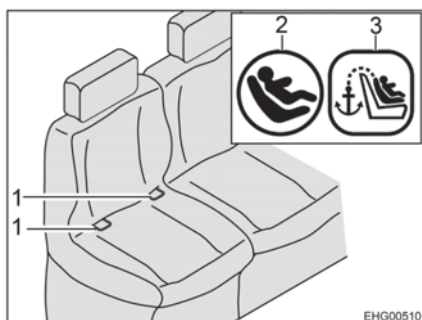
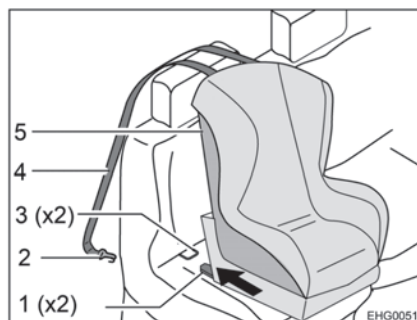

Bild 13 Stol med Isofix
Bild 14 Fastsättning med övre hållrem
- Låt låsarm (Bild 14,1) i fästbygel (Bild 13,1 och Bild 14,3) klicka på plats. Ett tydligt klickande ljud ska höras.
- Kontrollera med ett kraftigt ryck om barnstolen (Bild 14,5) sitter fast.
- För det övre hållremsskärpet (Bild 14,4) över sätets nackstöd.
- Haka fast fästkroarna (Bild 14,2) på förankringspunkten på baksidan av nackstödet på fordonssitsen.